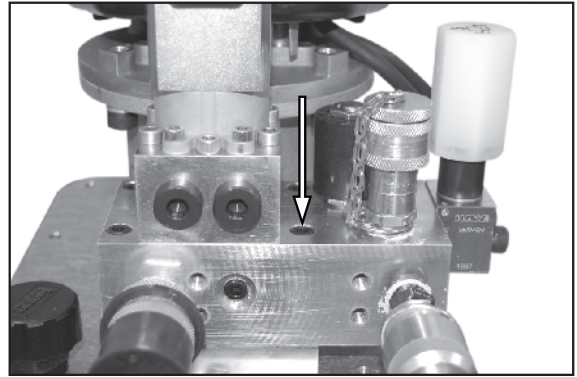

Figura 61.
4. Vedere la Figura 61. Rimuovere i quattro bulloni del gruppo collettore e rimuovere il gruppo collettore.